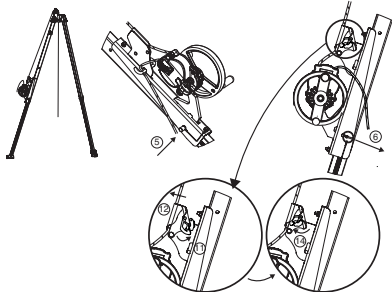

Рис. 9
5. Установите штырь для крепления кронштейна к устройству Derope™ UP R. Данный крепежный штырь выполняет две функции: фиксация опоры треноги traspode и крепление кронштейна для устройства Derope™ UP R к этой опоре (рис. 9, 5).
6. Зафиксируйте крепежный штырь с помощью предохранительного штифта (рис. 9, 6).
11. Разомкните стопор для каната, расположенный на кронштейне (рис. 9, 11).
12. Пропустите канат, выходящий из устройства Derope™, через стопор для каната, расположенный на кронштейне (рис. 9, 12).
14. Замкните стопор для каната, расположенный на кронштейне (рис. 9, 14).
**ВАЖНО:** во время монтажа устройства следует обратить внимание на фиксатор стропа, который должен быть направлен в сторону головки треноги traspode (рис. 9).